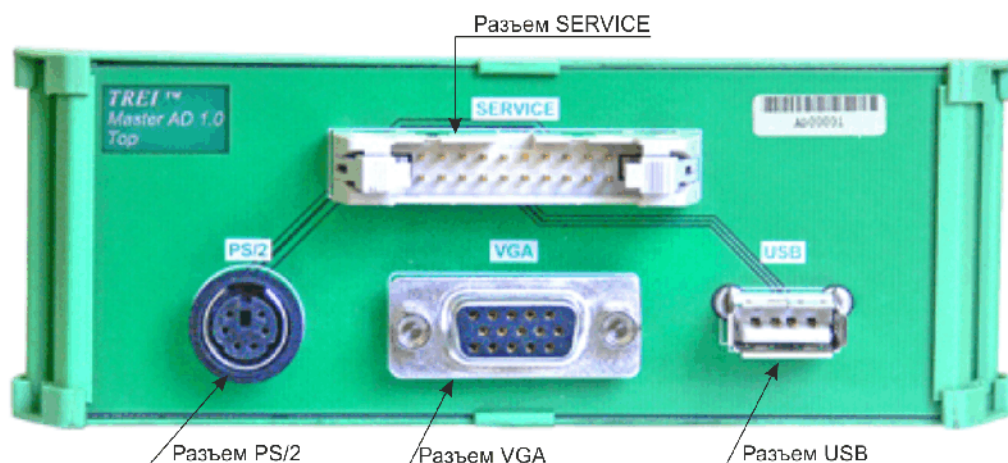

Рисунок 4 - Лицевая панель переходника Master AD
- разъем SERVICE предназначен для подключения стандартной клавиатуры, монитора и USB через специальный переходник Master AD в целях отладки (переходник изготавливается и поставляется по отдельному заказу), см. рисунок 4;